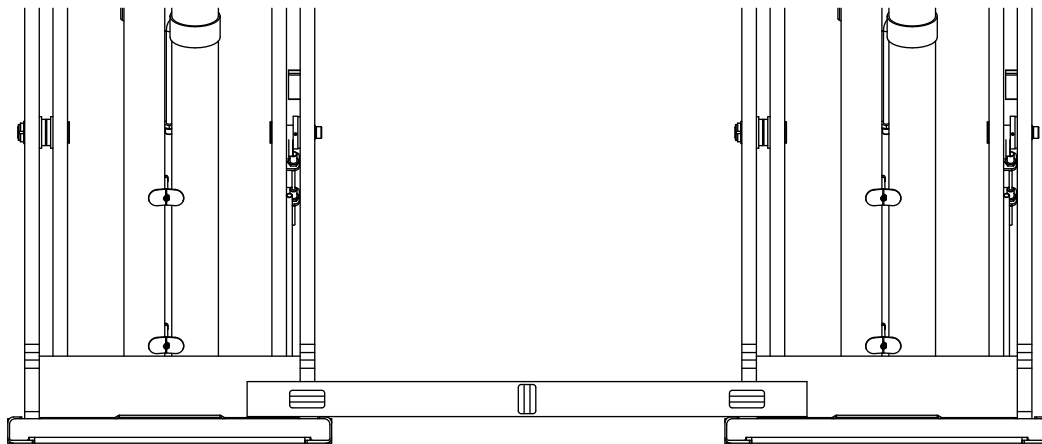

Fig. 8a
3. Verificar se as bases da plataforma estão em nível uma com a outra, Fig. 8a.